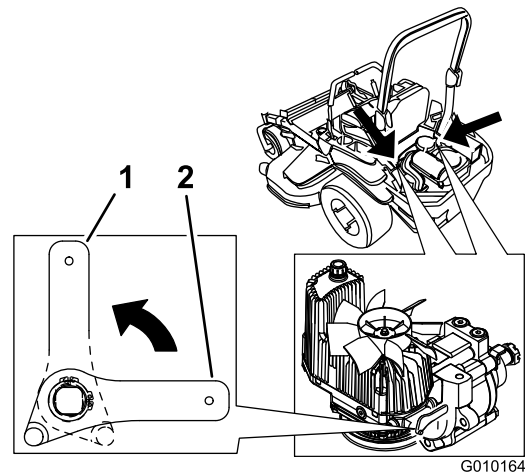

Figure 36
2. Tournez les leviers des valves de déblocage à la verticale pour pousser la machine. Cela permet à l'huile hydraulique de contourner la pompe et aux roues de tourner (Figure 36).
4. Tournez les leviers des valves de déblocage à l'horizontale pour utiliser la machine (Figure 36).